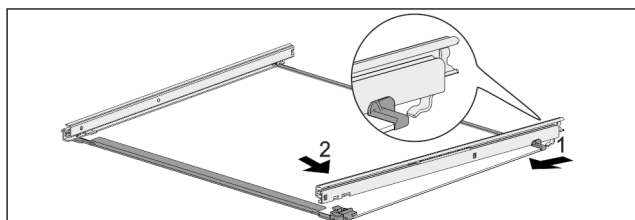

Fig. 126 Tablette en verre avec rails
- Accrocher le rail à l'arrière. Fig. 126 (1)
- Accrocher le rail à l'avant. Fig. 126 (2)